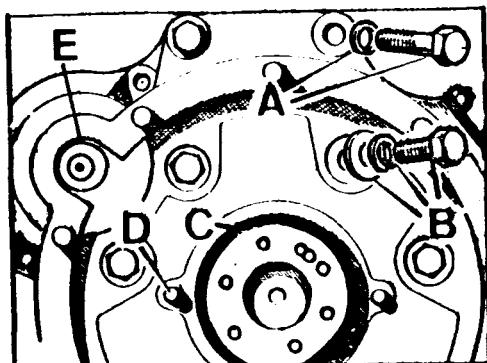

Fig. A1-98 Desmontaje del cárter del volante
- 1.3. Desconectar los cables de alimentación del motor de arranque, quitar los tornillos, A y B (Fig. A1-98) que fijan el cárter del volante al bloque y extraer dicho cárter en unión del motor de arranque.
- 1.4. Desmontar el motor de arranque, E, (Fig. A1-98).
- 2.3. Montar el cárter del volante sobre el motor y fijarlo con sus tornillos, A y B (Fig. A1-98) dándoles un apriete de 3,50 á 4,25 mkg.